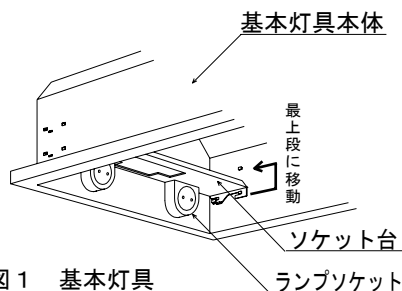

図1 基本灯具
① 基本灯具からランプ・反射板をはずし、ソケット台を上側に移動させる。（図1）